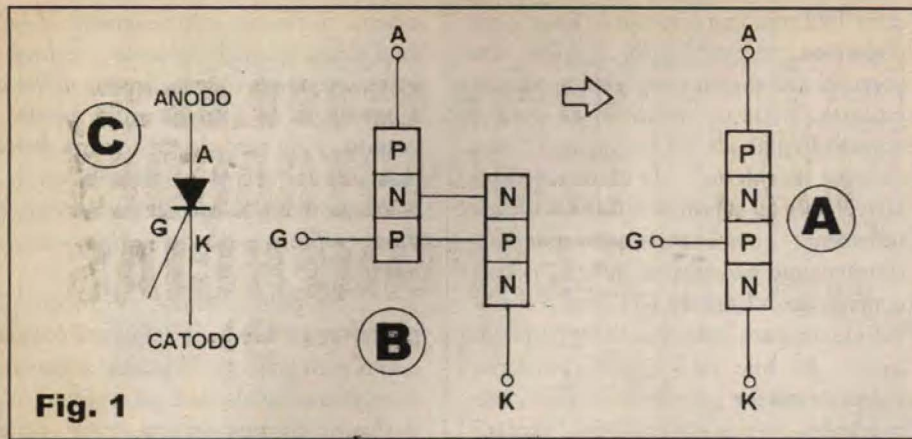

Fig. 1
- FIG. 1 - O TIRÍSTOR, SUA ESTRUTURA INTERNA, ARQUITETURA E SÍMBOLO - Basicamente, um tiristor comporta-se como um diodo, permitindo a livre passagem da corrente num sentido, e bloqueando-a completamente no sentido inverso... Em outras palavras, aplicando-se uma *voltagem* entre seus terminais principais, sempre que o **anodo** estiver **positivo** com relação ao **catodo** (a partir de um certo diferencial de tensão, também conforme ocorre nas junções simples dos diodos e transistores bipolares...), a corrente flui, sendo porém proibido o seu trânsito em condição inversa (**catodo** "mais **positivo**" do que o **anodo**...). Existe, porém, uma *diferença fundamental* de característica entre um tiristor e um diodo comum: mesmo quando polarizado em sentido direto, o tiristor não permite a passagem da corrente **enquanto não aplicarmos uma certa corrente (sob um certo potencial) a um terceiro terminal - muito apropriadamente**
chamado de *gate* ("porta")...! Isso ocorre porque o SCR (tiristor de "mão única", já que em *aula* futura detalharemos o TRIAC, ou tiristor de "mão dupla"...) é um dispositivo semicondutor de **quatro camadas** (e não apenas duas, como ocorre nos diodos comuns...), cuja estrutura interna é formada por um *sanduíche* P-N-P-N (lembrar que num diodo comum, o *sanduíche* é simples, apenas P-N...), conforme mostra o diagrama em 1-A... Para mais facilmente compreender o funcionamento, é possível considerarmos o tiristor como se fosse formado por dois transistores bipolares comuns e complementares (um PNP e um NPN...), interligados de forma *cruzada*, *base* de um ao *coletor* do outro, e vice-versa (ver diagrama em 1-B...). Se analisarmos a *seco* a estrutura mostrada em 1-B, veremos que tudo não passaria do *mais simples* dos arranjos *flip-flop* (já vistos em *aulas* anteriores da presente série...), nos quais convencionalmente os dois módulos simétricos são interligados de modo que a *saída* (*coletor*) de um excita diretamente a *entrada* (*base*) do outro, e vice-versa, apenas que - no presente caso - os módulos (embora simétricos) trabalham em opostas polaridades, graças às características dos transistores PNP e NPN... Alguns outros pontos importantes, esquematizados na **FIG. 1**: notar a localização do terminal de controle, *gate* (G), tanto no diagrama 1-A (estrutura *real* de um tiristor) quanto no 1-B (estrutura *simulada* do tiristor). Ainda na figura, em 1-C, temos o símbolo adotado para representação do tiristor de "mão única" (SCR) nos esquemas de circuitos...